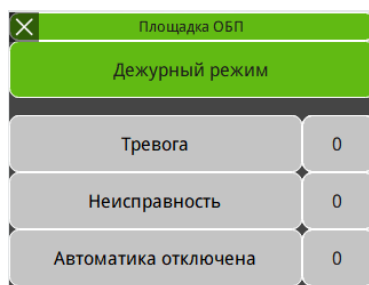

Рисунок 3.6 – Общий экран мониторинга панели оператора БС
9. После подключения к панели оператора, в ПО сМТ Viewer будет выведен общий экран мониторинга панели оператора БС (рисунок 3.6), нажатие на который позволяет произвести переход в прикладное ПО панели оператора БС (рисунок 3.7). Для возврата к общему экрану мониторинга панели оператора БС необходимо нажать кнопку, представленную на рисунке 3.8.